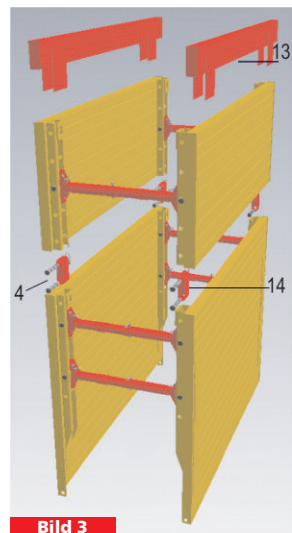

Bild 3
- Sollte die Grabentiefe die Boxenhöhe überschreiten, so kann die Verbautiefe bei Bedarf mit den Aufsatzboxen erhöht werden (Bild 3). Diese werden mit Verbindungsringen (14) über Steckbolzen (4) $d = 43 \text{ mm}$ mit den Führungspfosten verbunden und mit Federsteckern gesichert. Nun kann ein weiteres Ausheben und Nachdrücken, wie in 5.2 c) beschrieben, erfolgen.